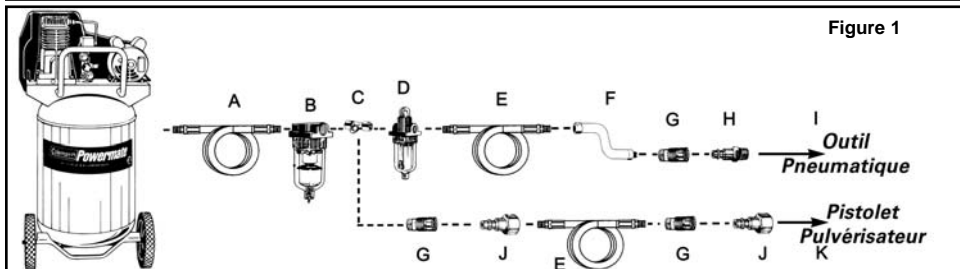

Figure 1
- Connect the tool to the air hose quick coupler. **NOTE: It is recommended that a whip hose with a swivel (P012-0079SP - not included) be used to prevent twisting, kinking, and excessive wear to the air hose (see figure 1 for recommended connections).**
To maintain the maximum performance of the air tool, it must be lubricated each time it is used. Dust, dirt, rust and oil residue will build up inside the tool and reduce the performance. An in-line oiler is recommended for proper automatic tool lubrication (see Figure 1). If an in-line oiler is not available, the tool can be lubricated manually through the inlet port (see Figure 4).
- Branchez l'outil au raccord rapide du tuyau d'air. **REMARQUE : Il est recommandé d'utiliser un tube flexible à raccorder à pivot (P012-0079SP - non inclus) afin d'empêcher que le tuyau d'air ne s'entortille ou ne se plie et de prévenir son usure excessive (voir la Figure 1 pour les connexions recommandées).**
Pour conserver le rendement optimal du moteur pneumatique, il faut le lubrifier à chaque utilisation. Des résidus de poussière, de saleté et d'huile se logeront à l'intérieur de l'outil et en réduiront le rendement. Un huilier sur canalisation est recommandé pour lubrifier automatiquement l'outil de façon adéquate (voir Figure 1). Si ce dispositif n'est pas disponible, il est possible de lubrifier l'outil manuellement par l'orifice d'admission (voir Figure 4).